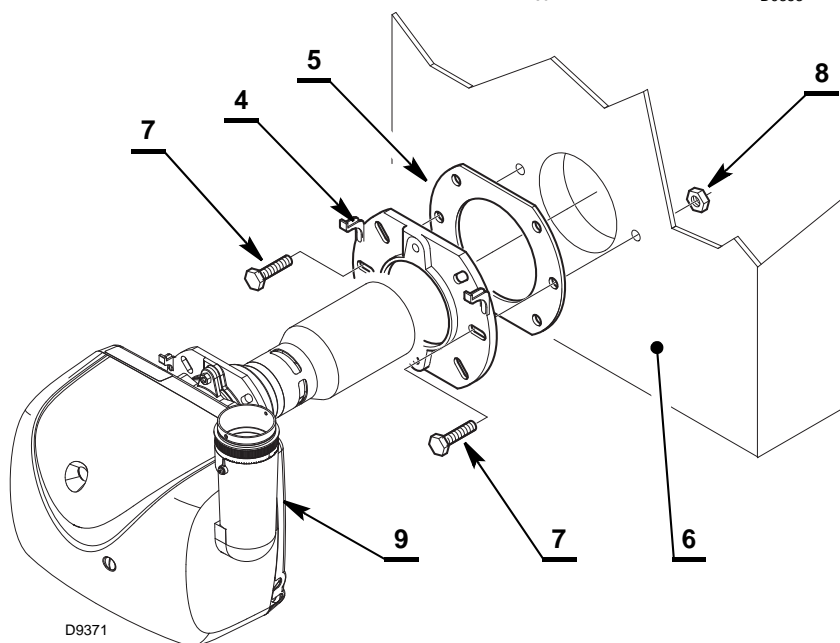

Fig. 7
- Fijar a la puerta de la caldera 6) (Fig. 7) la brida 4) con los tornillos 7) y (si fuere necesario) las tuercas 8), interponiendo la protección aislante 8).
La alimentación de aire para la combustión se realiza a través de un tubo flexible o rígido conectado a la toma de aire 9) (Fig. 7).